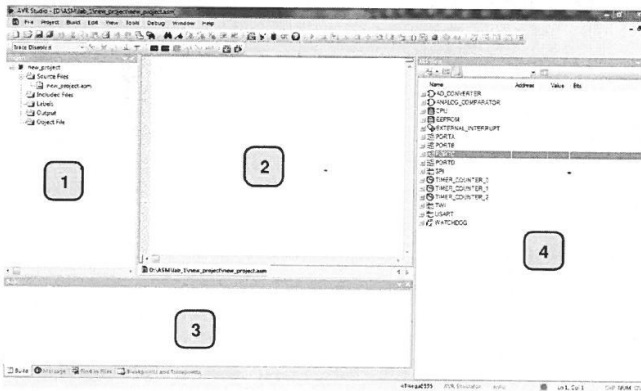

Рис. 4. Рабочее окно программы AVR Studio
4. При нажатии на кнопку «Finish» в программе открывается рабочее окно программирования (рис. 4).
- окно проекта «Project». Здесь отображается структура проекта, которая содержит его имя и список подключенных файлов и библиотек (рис. 4, окно «1»);